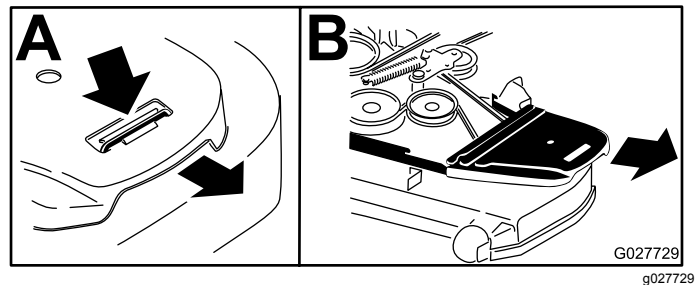

Figure 74
4. Retirez les couvercles de courroie (Figure 74).